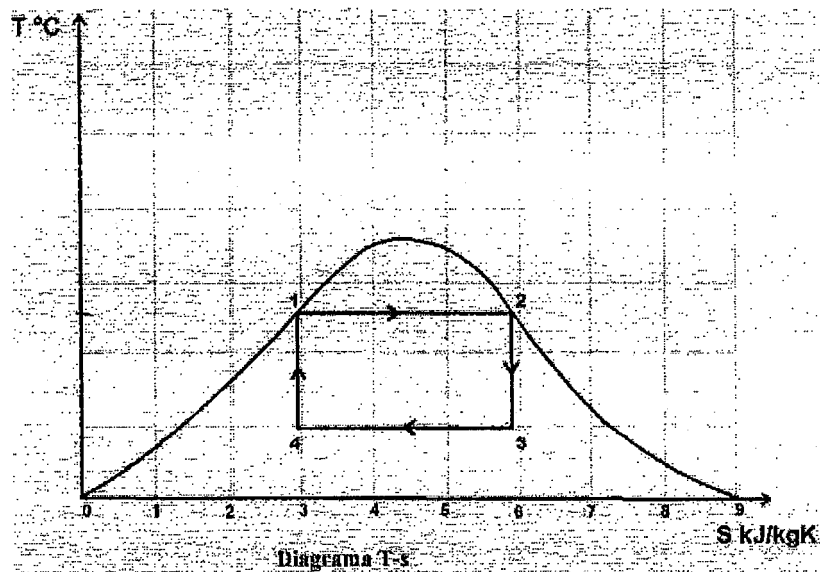

Fig. 12.3
En cuanto al rendimiento térmico el ciclo ideal de Carnot será el máximo funcionando entre las temperaturas de fuente caliente y fuente fría. No obstante el ciclo tiene sus impedimentos; una de ellas se da en la compresión del vapor húmedo desde (4) hasta el estado (1) es un impedimento práctico, porque el estado (4) es vapor húmedo con bajo título de vapor y tiene mucho porcentaje de líquido (ver Fig. 12-3), lo mismo que lograr que la condensación alcance justo el estado (4) como vapor húmedo representa una dificultad. Por otro lado el estado (3) a la salida de la turbina es de un título de vapor mucho menor a la unidad ($x_3 < 1$), esto hace que las paletas de la turbina de vapor se vean expuestas al desgaste por erosión por parte de las gotas de líquido que tendrían en ese estado cuando se produce la expansión del fluido.